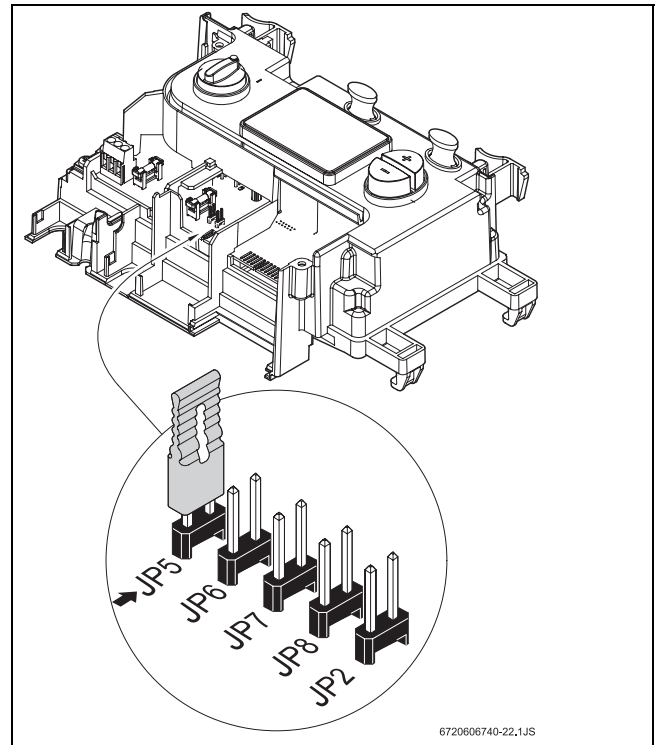

Fig. 20
- ▶ **Solo per WTC 17** - il ponticello JP5 è già inserito (vedere Fig. 20) per tutti i tipi di gas. Per il WTC 17 la trasformazione del gas è già ultimata, registrarla quindi nella targhetta delle caratteristiche dell'apparecchio.